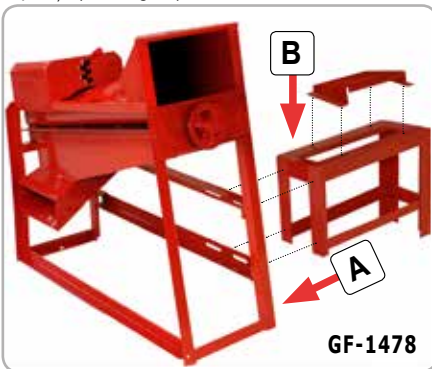

Fig.10
- Montați Cadrul suport motor termic (5) cu ajutorul a 4 suruburi și piulițe utilizând o cheie hexagonală. Apoi montați Placa înclinată pentru fixare motor (6) cu ajutorul a alte 4 suruburi și piulițe (vezi Fig.10);